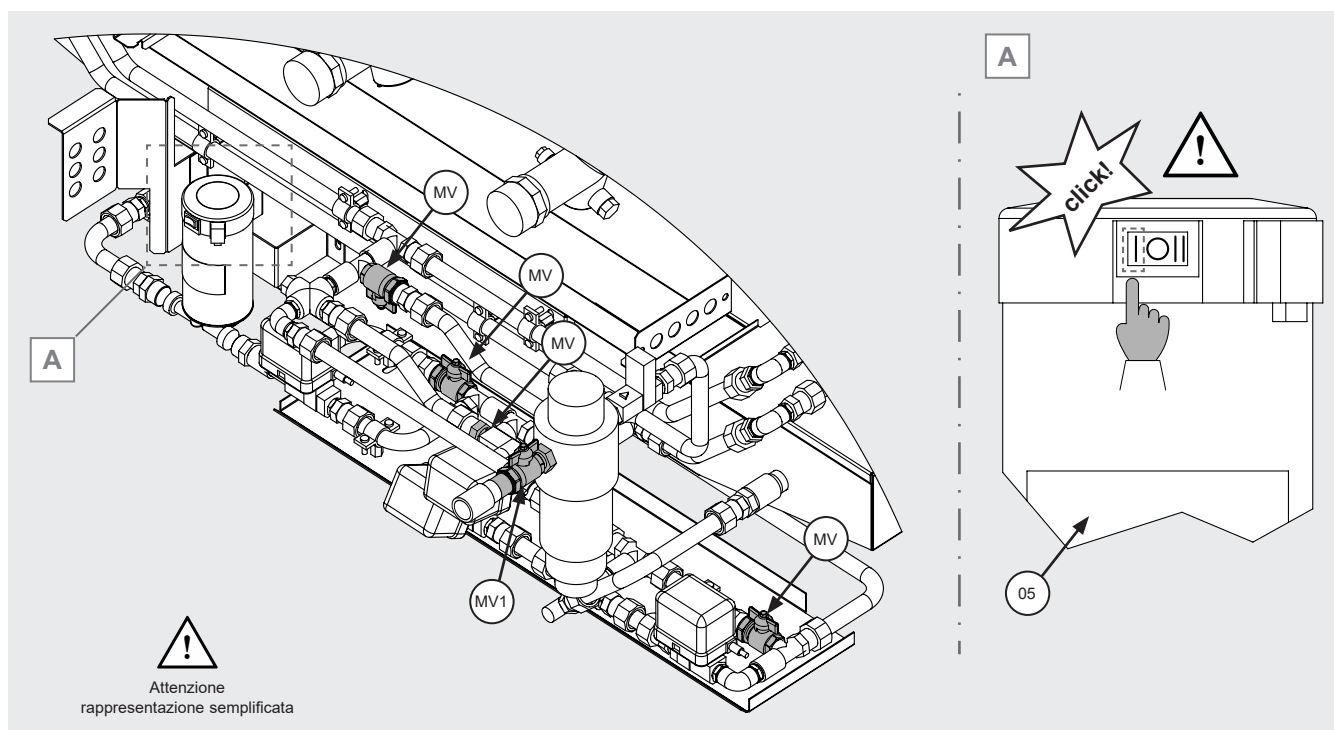

Figura 15
- 10.14 Valvola manuale (MV1) ingresso acqua aperta, rimanenti valvole manuali (MV) chiuse, v. Figura 15.
- 10.17 Verificare, quando presente, che l'interruttore della pompa (05) di recupero sia posizionato su I. Vedi Figura 15 dettaglio A.